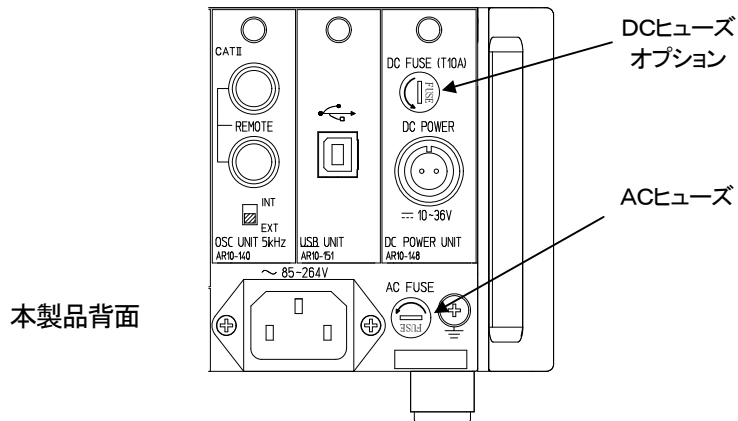

図7-2
2. マイナスドライバを使用し、ヒューズホルダに記載されている矢印方向(図7-2参照:左90°)に回転させるとヒューズホルダが手前にでできます。